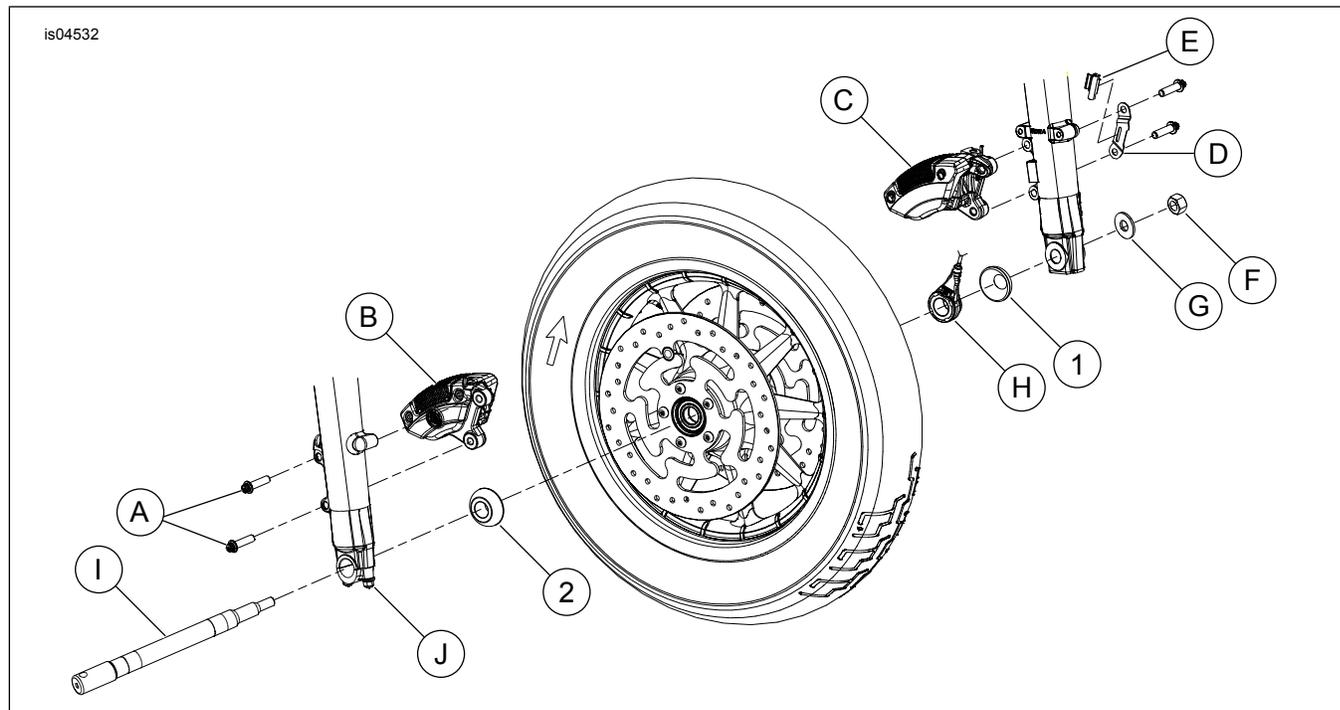

Figure 4. Pièces détachées : kit d'entretoise de roue avant chromée
Voir Figure 4 et Tableau 1
4. Déposer les deux boulons de montage, supérieur et inférieur (2), des ergots de la fourche avant gauche pour dégager l'étrier de frein, le support de fil du capteur (D) et l'attache (E) (voir Figure 4).
7. Voir Figure 4 et Tableau 1. Insérer un tournevis ou une tige d'acier dans le trou de l'axe sur le côté droit de la moto. Immobiliser l'axe et enlever l'écrou d'axe (F) et la rondelle plate (G) sur le côté gauche.
8. Desserrer les deux écrous de fixation d'axe (J) au bas de la fourche droite.